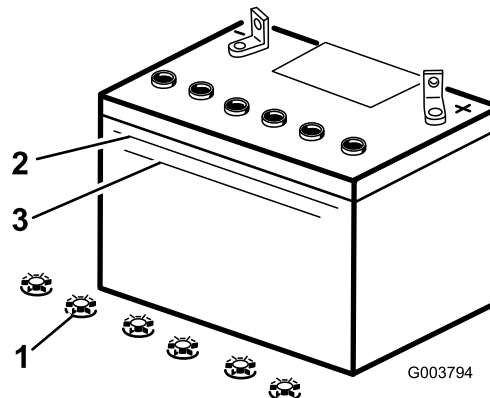

Figura 34
**Nota:** El electrolito debe llegar a la línea superior (Figura 34). No permita que el electrolito esté por debajo de la línea inferior (Figura 34).
3. Retire los tapones de llenado de la batería (Figura 34).
4. Vierta lentamente agua destilada en cada célula de la batería hasta que el nivel de electrolito llegue a la línea superior (Figura 34) de la caja de la batería.
**Nota:** Añada agua destilada, si es necesario, hasta que el nivel de electrolito llegue a la línea superior (Figura 34) de la caja de la batería.